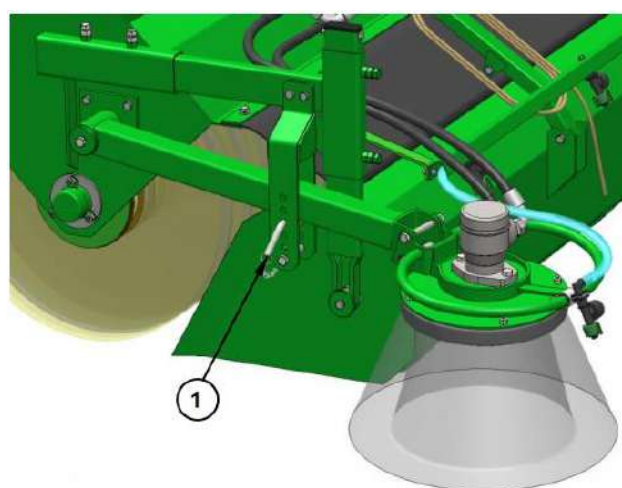

Рис. 12. Вид боковой щетки
6.1. Боковая щетка (S)
Боковая щетка устанавливается с правой стороны подметально-уборочной машины (Рис. 12). Применение щетки направлено на сметание грязи из-под бордюров. Регулировка боковой щетки зависит главным образом от износа главной щетки. С помощью чеки (1) устанавливаем высоту работы щетки.